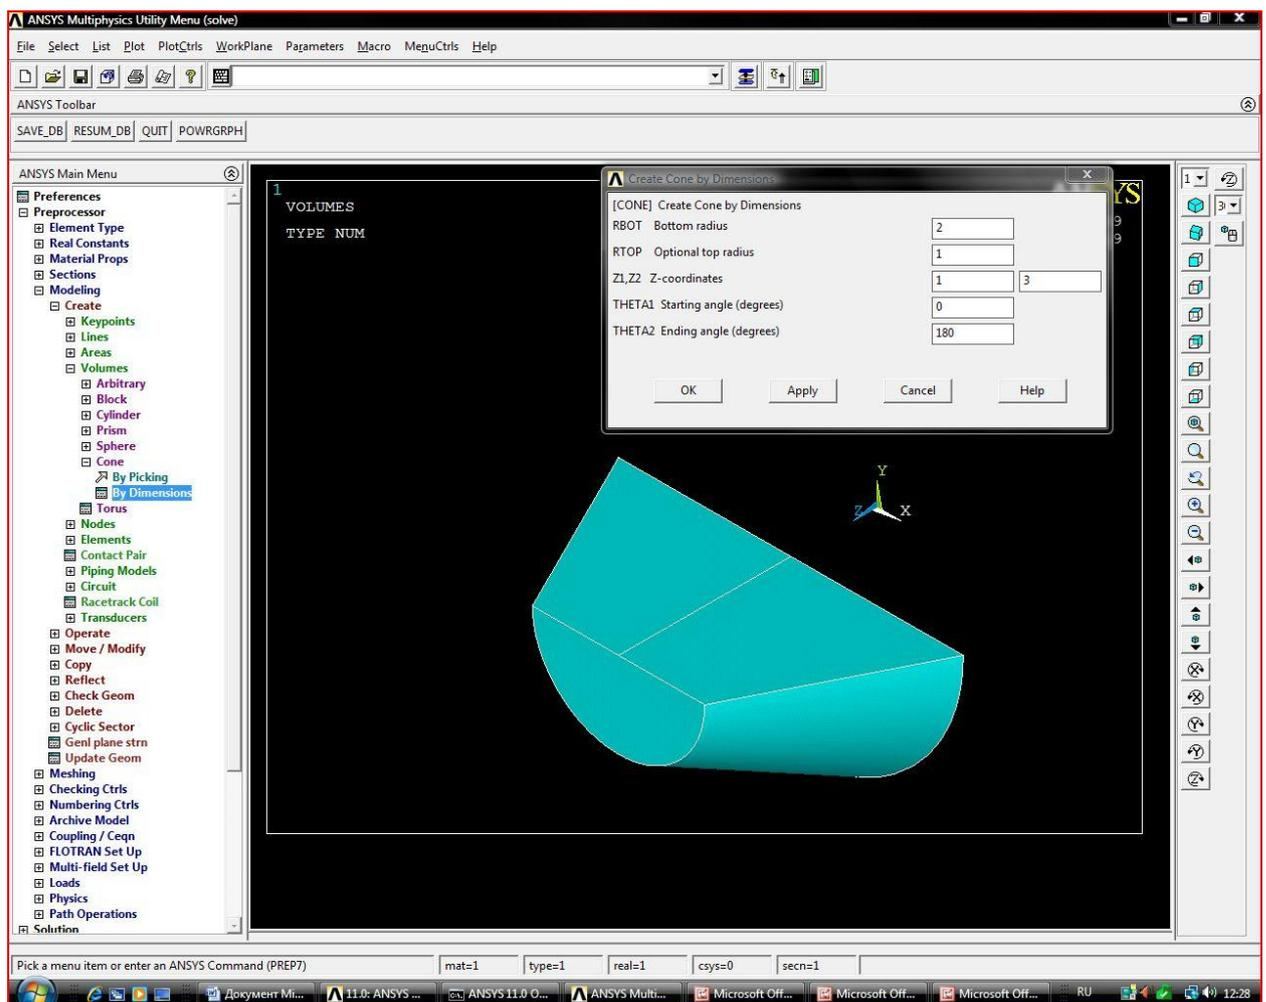

Рисунок 1.20 - Создание объектов отражением
2.22.2. Ввести: RBOT=2; RTOP=1; Z1=1; Z2=3; THETA1=0; THETA2=180 (рисунок 1.20).